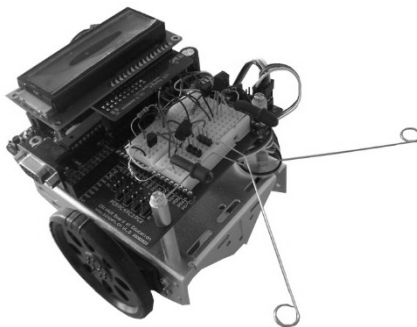

图 9-4 多传感器智能机器人
- 按图 9-4 所示搭建机器人，触觉及红外电路分别参考图 4-3 和图 5-3;